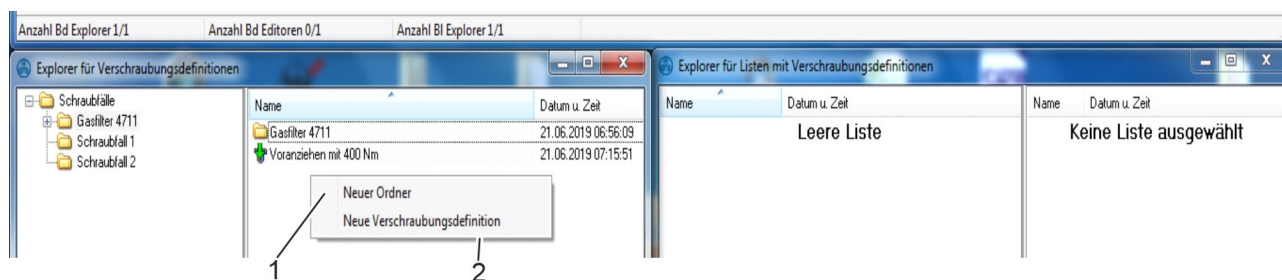

Fig. 26: navigatore per le definizioni di avvitatura
3. ➔ Nel menu contestuale creare una nuova cartella (Fig. 26/1) o una nuova definizione di serraggio (Fig. 26/2).